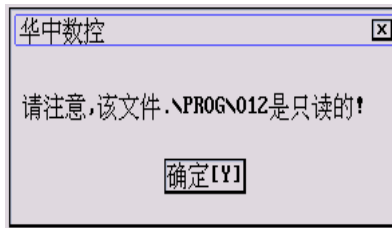

图 7.4.3 提示文件只读
- (9) 如果被选文件是只读 G 代码文件（可编辑但不能保存，只能另存），将弹出如图 7.4.3 所示对话框；
- (10) 否则直接调入文件到编辑缓冲区（图形显示窗口）进行编辑。